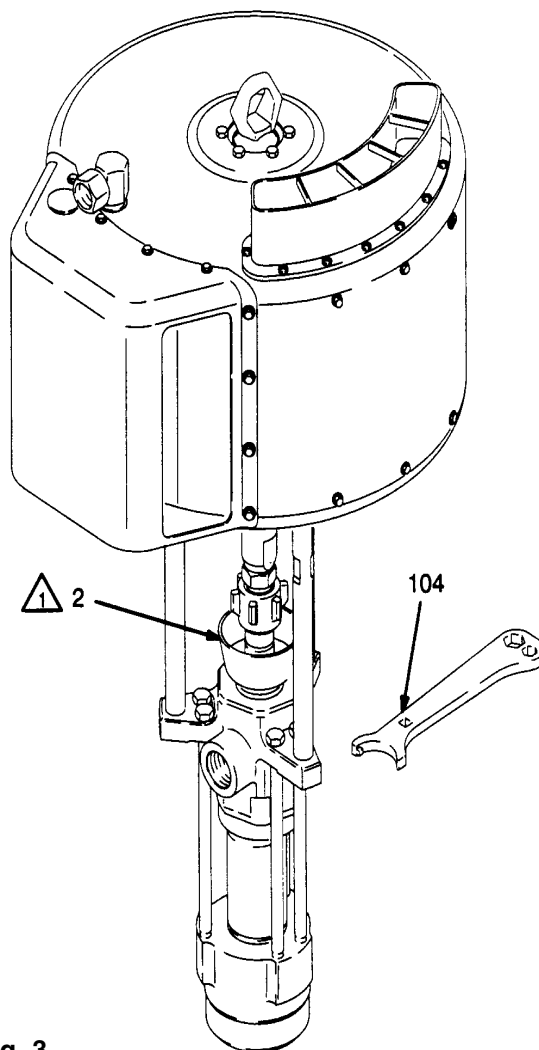

Fig. 3
Avant de commencer à travailler, remplir l'écrou de presse-étoupe / la coupelle de presse-étoupe (2) d'un tiers de liquide d'étanchéité pour coupelle de presse-étoupe Graco (TSL), ou de solvant compatible. Voir Fig. 3.